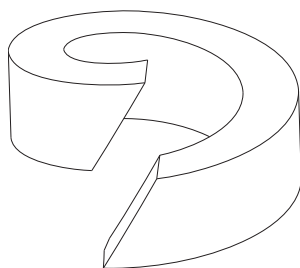

Fig. 9: Pakring
- Ved tilskæring af pakbøsningstætningen fra en snor skal man sørge for et skråt skæreforløb (se fig. 9).